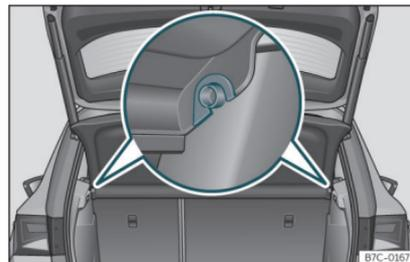

Fig. 111 Nel bagagliaio: smontare e montare il ripiano.
»» **fig. 111** tirandolo verso l'alto ed estrarlo.
- Inserire la copertura in modo orizzontale facendo coincidere la “mezzaluna” sull'asse dei supporti»» **fig. 111** e premendo verso il basso fino a far scattare l'innesto.